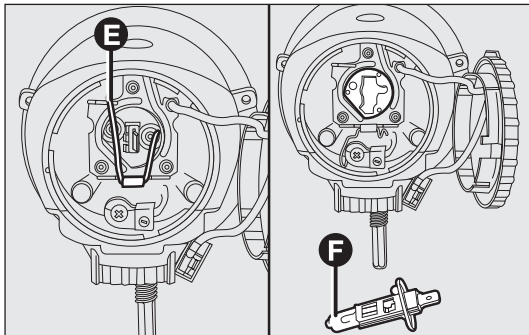

fig. 151
- décrocher l'agrafe E-fig. 151 et enlever l'ampoule F ;